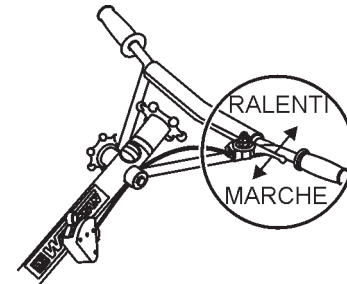

Figure 7. Manette des gaz
1. Placez la manette des gaz (Figure 7) sur position ralenti.